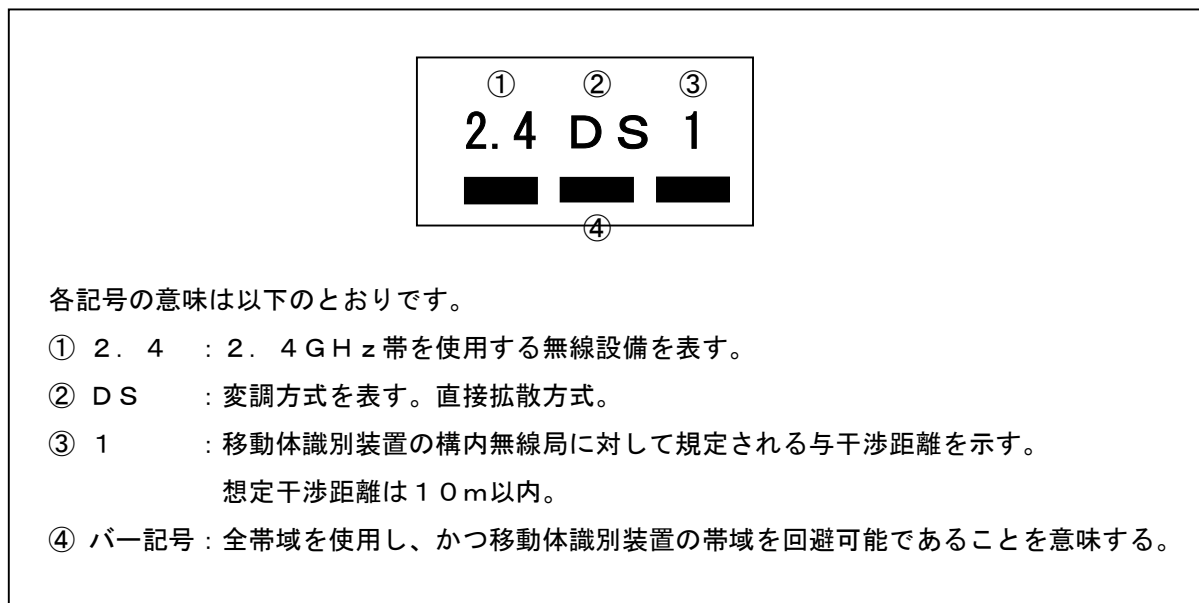

図 14 現品表示内容 (ARIB STD-66 より転載)
- 本モジュールを機器に組み込む場合、ARIB STD-T66 で推奨されている、「現品表示内容」を取り扱い説明書、カタログ・パンフレット・ホームページなどに記載する必要があります(図 14)。